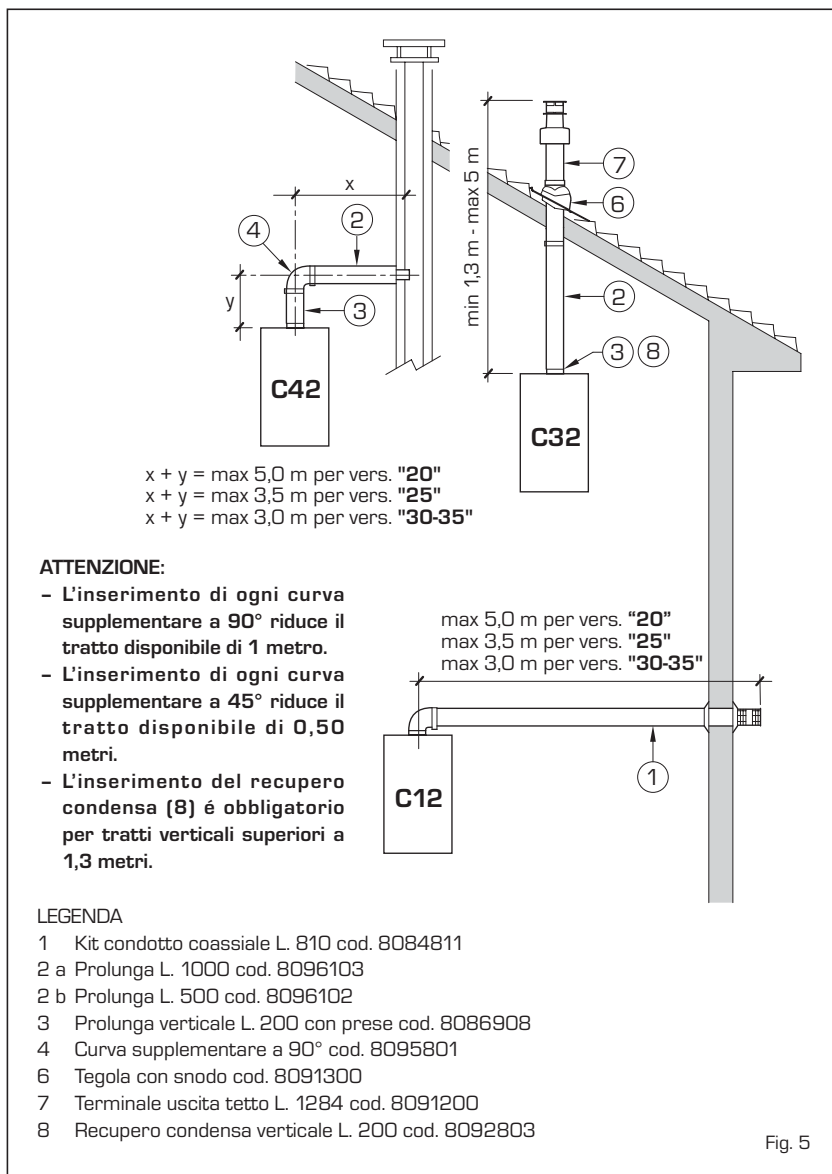

Fig. 5
2.7.1 Accessori ø 60/100 (fig. 5)
Gli schemi di fig. 5 illustrano alcuni esempi dei diversi tipi di modalità di scarico permessi e le lunghezze massime raggiungibili.
2.7.2 Diaframma per condotto coassiale ø 60/100 (fig. 5/a)